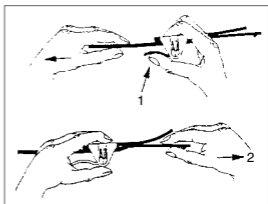

Bild 5 Pannband Lightweight
Justering av **pannband Lightweight** (se bild 5): För att justera storleken på pannbandet trycker man in spännet (1) för att öka omkretsen och för att minska omkretsen drar man i den lösa remmen (2).